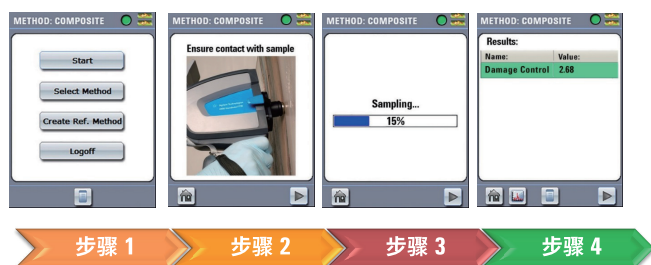

图 4. MicroLab 软件可引导用户完成整个分析过程
Cary 4300 手持式 FTIR 光谱仪由掌上电脑 (PDA) 控制，也可通过电脑 (PC) 控制，使用的软件为安捷伦开发的用于移动红外系统的可视化 MicroLab 操作软件。MicroLab 软件在操作界面具备向导式功能，可引导用户一步步完成测样过程，如图 4 所示。用户无需进行专业培训、无需具备化学专业背景，也可轻松掌握软件操作。同时，该软件具备定性和定量分析功能，用户仅需在 PC 上建立定性谱库或定量方法，并将其导入 PDA，即可在现场完成对样品的定性或定量分析。